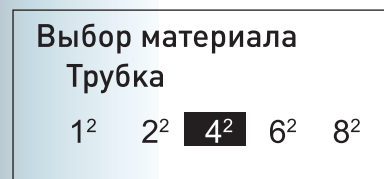

Рисунок 4.1-2
- 2) Выберите «Трубка», нажмите клавишу [↓] для перехода в строку выбора размера трубки, на дисплее отобразится: (как показано на рис. 4.1-2)